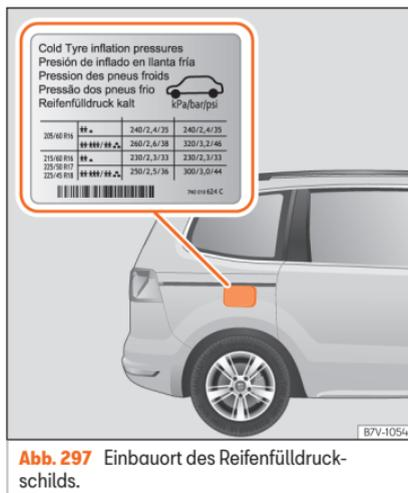

Abb. 297 Einbauort des Reifenfülldruckschildes.
- Passen Sie bei größerer Zuladung den Reifenfülldruck entsprechend an »» Abb. 297.
Der richtige Reifenfülldruck für werkseitig montierte Reifen ist auf einem Aufkleber angegeben – gilt für Sommer- und Winterreifen. Der Aufkleber »» Abb. 297 befindet sich entweder an der Fahrertürsäule oder an der Innenseite der Tankklappe.
Der Reifendruck muss der aktuellen Fahrzeugbelastung angepasst werden. Wenn das Fahrzeug voll beladen werden soll, muss der Reifenfülldruck entsprechend dem auf dem Reifenfülldruck-Aufkleber »» Abb. 297 angegebenen maximalen Wert erhöht werden.
Fahrzeug. Der empfohlene Reifenfülldruck befindet sich auf einem Aufkleber »» Abb. 297.
- Immer den richtigen Reifenfülldruck am kalten Reifen einhalten, wie auf dem Aufkleber angegeben »» Abb. 297.